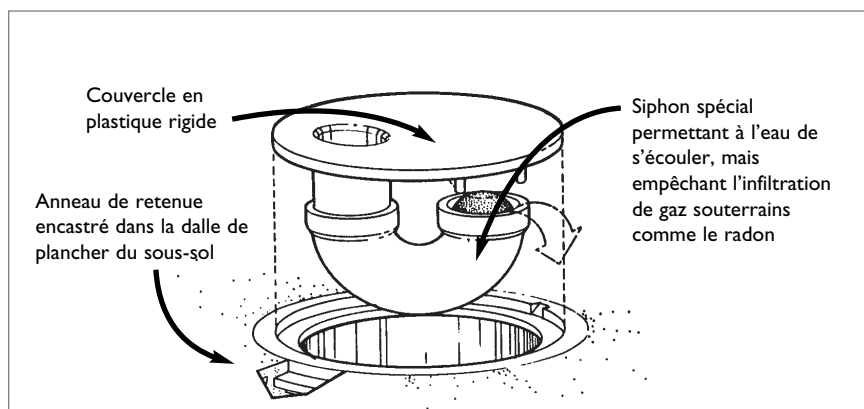

Figure 18 : Siphon destiné aux nouveaux avaloirs de sol
- Équiper l'avaloir de sol d'un siphon-obturateur qui laisse passer l'eau, mais qui fait obstacle à l'infiltration de radon dans le sous-sol (voir la Figure 18). Ces dispositifs tiennent également à distance moisissures, mauvaises odeurs, insectes et courants d'air froid. Ils ne peuvent cependant pas faire office de clapets de retenue pour le système d'égout.